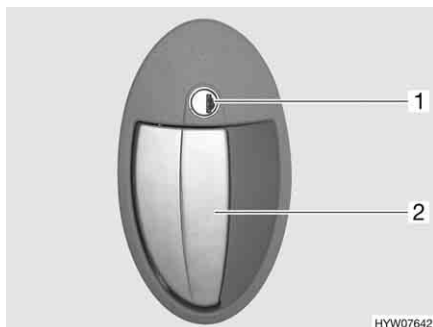

Fig. 49 Serratura della porta (porta di ingresso, lato esterno)
- Inserire la chiave nel cilindro della serratura (Fig. 49,1) e ruotare in senso orario, fino a quando la serratura della porta si sblocca.
- Tirare la maniglia della porta (Fig. 49,2). La porta è aperta.
- Inserire la chiave nel cilindro della serratura (Fig. 49,1) e ruotare in senso antiorario, fino a quando la serratura della porta si blocca.